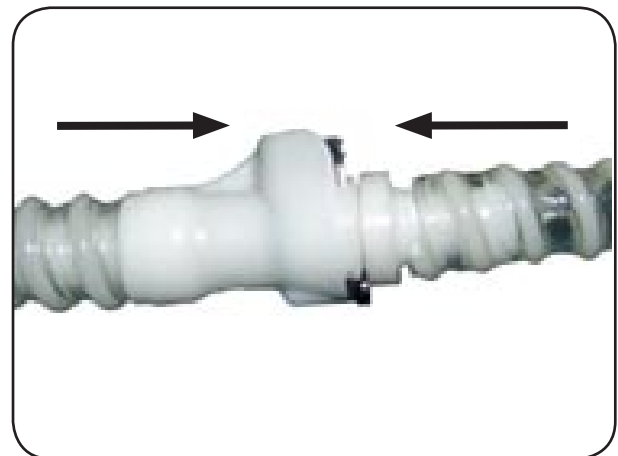

Abbildung 11
2. Stecken Sie sofort die beiden Enden der Versorgungsschläuche ineinander, bis sie hörbar einrasten (siehe Abbildung 11).
3. Stecken Sie sofort die beiden Enden der Versorgungsschläuche ineinander, bis sie hörbar einrasten (siehe Abbildung 11).